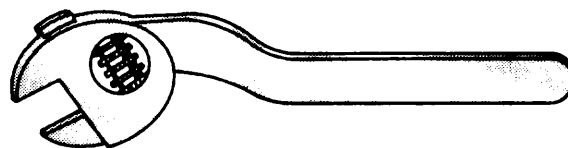

Fig. 12
- c) Llave ajustable pico de papagayo (fig. 12).